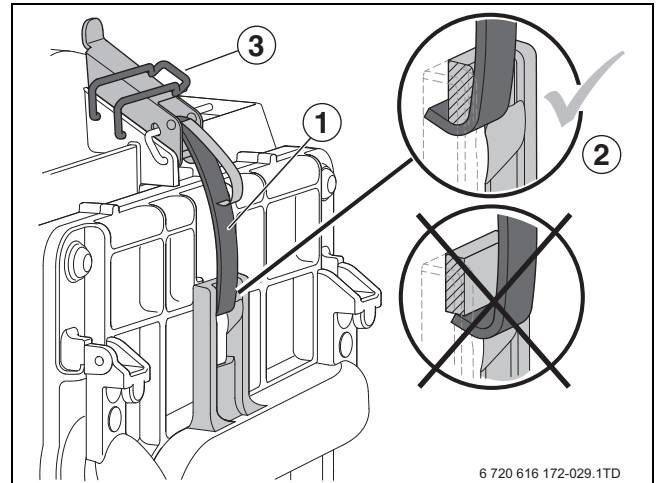

Bild 75 Schnappverschlüsse befestigen und sichern
- Nach der Montage des Brenners und der Brennerdeckel immer die Schnappverschlüsse mit den dazugehörigen Sicherungsklammern [3] sichern (→ Bild 75).